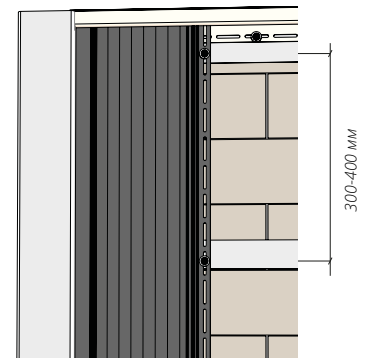

Рисунок 74
- 15.2** Шаг крепления саморезов должен быть 300-400 мм (рис. 74).